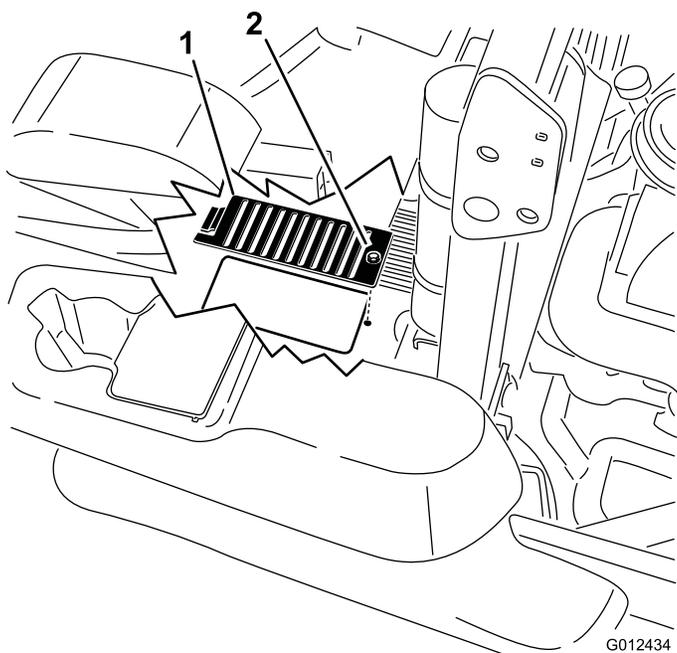

Bild 70
6. Entfernen Sie über jedem Ölpeilstab die Abdeckung und die an der Abdeckung befestigte Schraube. Reinigen Sie den Bereich um jeden Ölpeilstab und jede Hydraulikanlage (Bild 70).